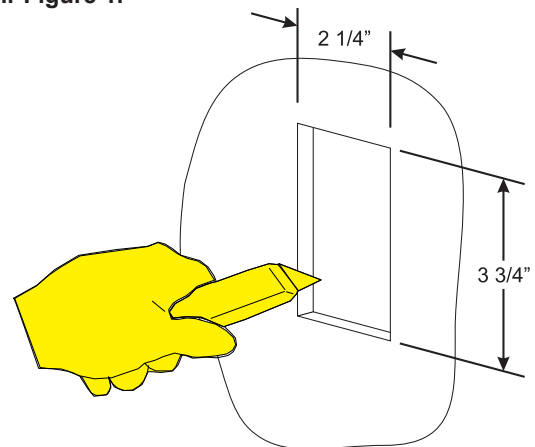

Figure 1
2. Découper une ouverture de 2-1/4 po x 3-3/4 po (larg. x haut.) (57 mm x 95 mm) dans le mur pour la boîte murale. **Voir Figure 1.**